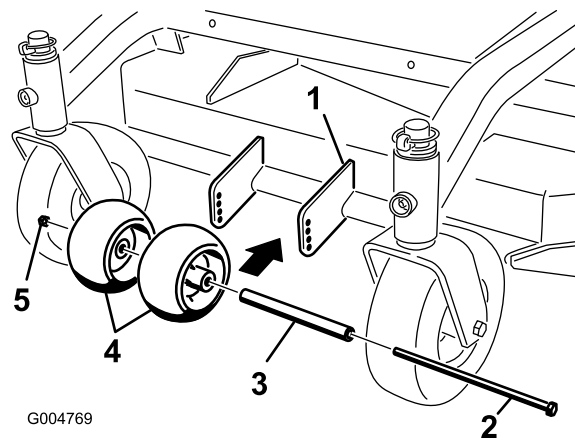

Bild 12
1. Prüfen Sie nach dem Einstellen der Schnitthöhe, dass die Antiskalpierrollen mindestens eine Bodenfreiheit von 10 mm aufweisen (Bild 12).
2. Sollte eine Einstellung erforderlich sein, entfernen Sie die Schraube, Scheiben und die Mutter (Bild 12).
3. Wählen Sie eine passende Lochposition, sodass die Antiskalpierrollen mindestens 10 mm Bodenfreiheit aufweisen (Bild 12).
4. Setzen Sie die Schraube und Mutter ein (Bild 12).